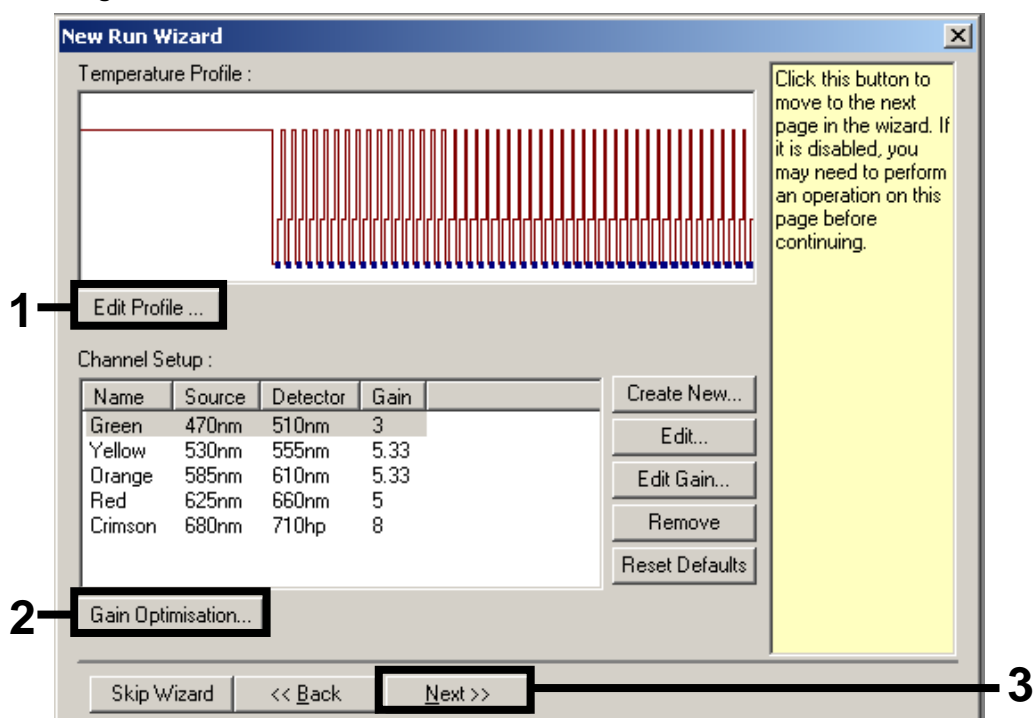
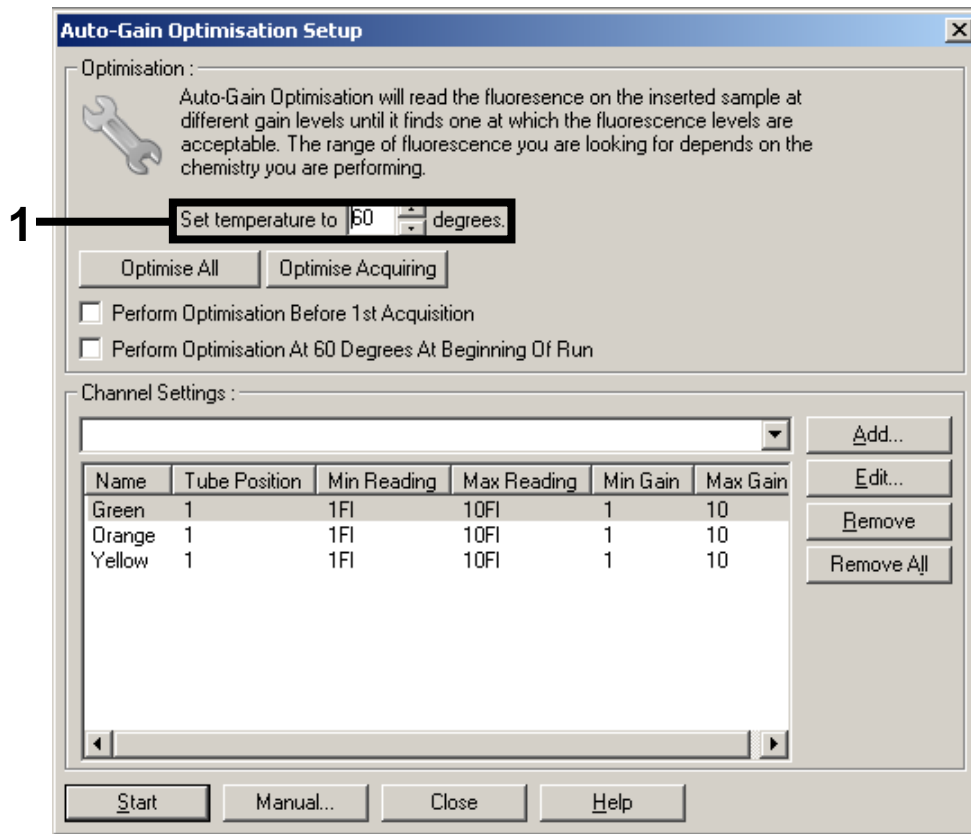

Abbildung 3. Bearbeitung des Profils.
Abbildung 6. Einstellung der Sensitivität der Fluoreszenz-Kanäle.
7. Klicken Sie im nächsten "New Run Wizard"-Dialogfenster auf die Schaltfläche "Edit Profile", um das Profil zu bearbeiten (siehe Abb. 3). Programmieren Sie das in Tabelle 1 wiedergegebene Temperaturprofil ein. Die in den Abbildungen 3 bis 5 dargestellten Screenshots sollen Ihnen dabei als Leitfaden dienen.
8. Der Messbereich der Fluoreszenz-Kanäle muss entsprechend den Fluoreszenzintensitäten in den PCR-Ansätzen bestimmt werden. Klicken Sie im "New Run Wizard"-Dialogfenster (siehe Abb. 3 auf Seite 3) auf die Option "Gain Optimisation" („Verstärkungsoptimierung“), um das Dialogfenster "Auto-Gain Optimisation Setup" („Einstellung der Auto-Verstärkungsoptimierung“) zu öffnen. Bitte stellen Sie die Kalibrierungs-Temperatur auf 60 °C, damit diese der Annealing-Temperatur des Amplifikations-Programms entspricht (siehe Abb. 6).